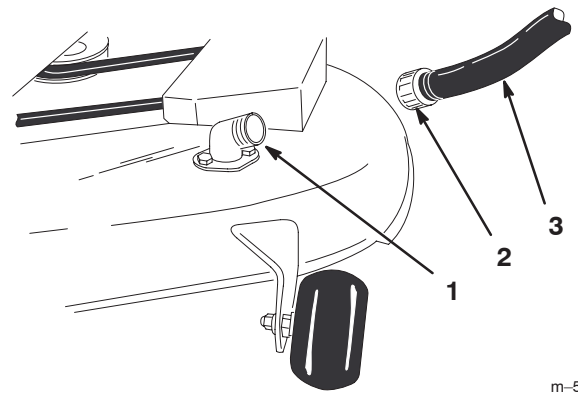

Figure 46
4. Vissez le raccord de flexible à l'embout de lavage du carter de tondeuse et ouvrez l'eau en grand (Fig. 46).